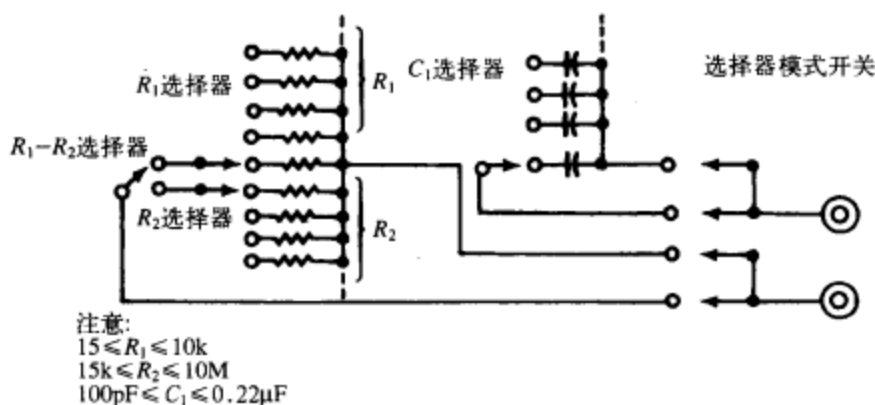

图2-6 这是可获得的商用阻容置换箱通用电路，VIZ型号WC-412A。该装置按1991年的币值大约值139美元，阻值和容值分别在 $15\Omega \sim 10M\Omega$ 和 $100pF \sim 0.2\mu F$ 范围。可以配置成开路、RC串联、纯电阻、纯电容、RC并联或者短路。参见正文
(8) 一些阻容置换箱。可以从R&D Electronics, 1432 South Main Street, Milpitas CA 95035, (408) 262-7144买一个VIZ型号WC-412A的置换箱，也可咨询VIZ, 175 Commerce Drive, Fort Washington, PA 19034, (800) 523-3696，我亲切地称之为“拧转阻容箱”（twiddle box，见图2-6）。这个阻容箱可以设置成如下模